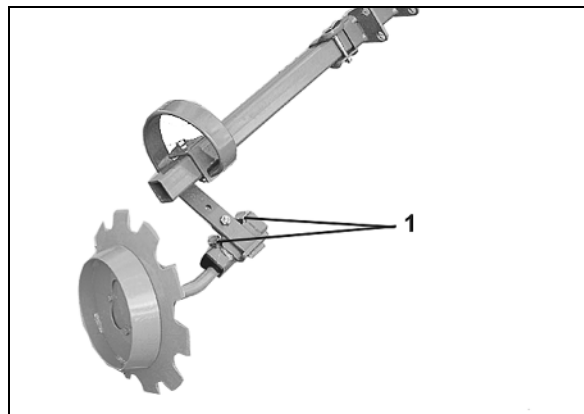

Fig. 88
1. Beide Schrauben (Fig. 88/1) lösen